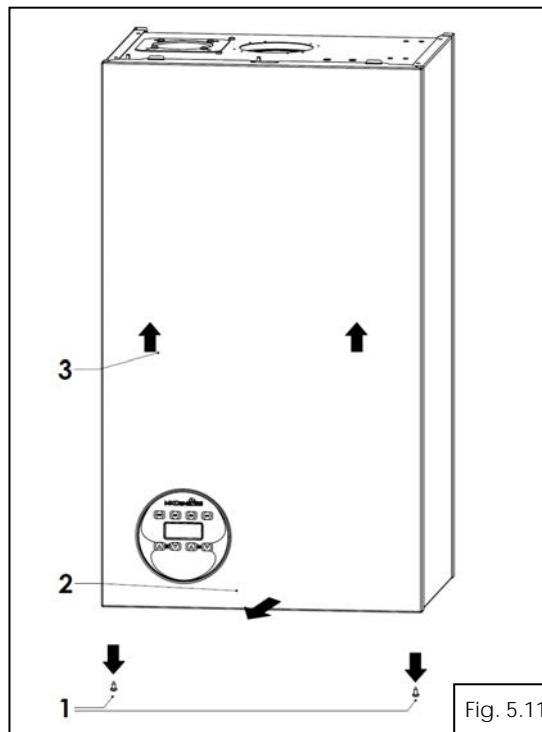

Fig. 5.11
- se demonteaza capacul frontal al centralei (fig. 5.11) se desurubeaza suruburile (1);
- trageți capacul centralei de la capatul inferior 4-5 cm spre fata (2);
- ridicati capacul (3) si indepartati-l;